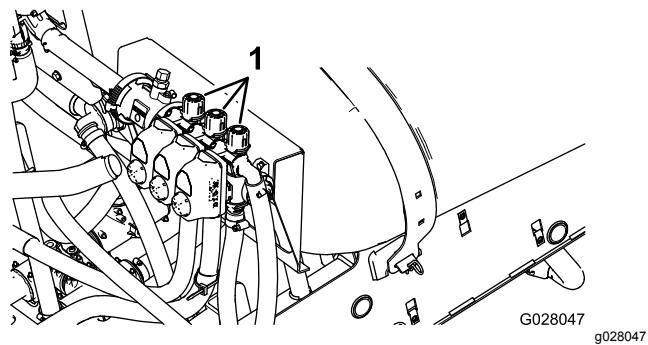

図 84
- 左ブームをOFF にし、ブームバイパスバルブ 図 84 を使って、先ほどと同じ水圧一般的には 2.75 bar = 2.8 kg/cm2 = 40 psi に調整する。
- 右ブームバイパスバルブ 図 84 を使って、先ほどと同じ水圧一般的には 2.75 bar = 2.8 kg/cm2 = 40 psi に調整する。
14. 中央ブームバイパスバルブ 図 84 を使って、先ほどと同じ水圧一般的には 2.75 bar = 2.8 kg/cm2 = 40 psi に調整する。